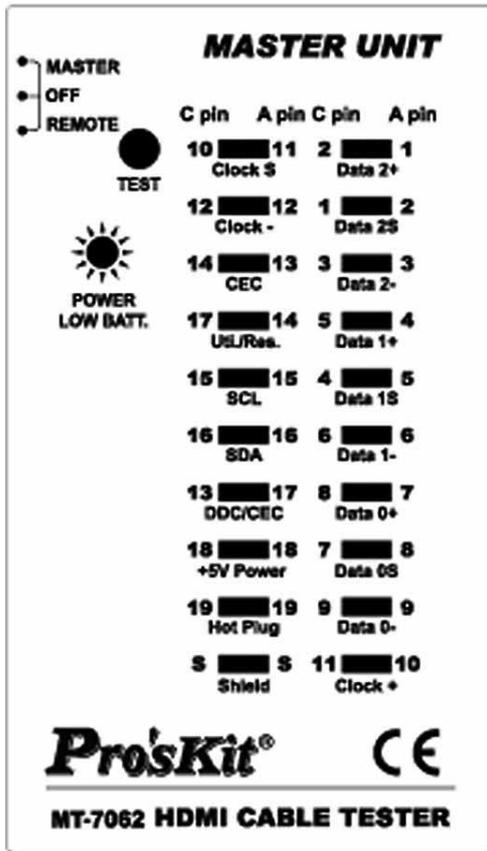

Рис. 2. Прямое правильное подключение (Straight)
- **Прямое подключение «1-в-1» (Straight):** сопровождается подачей длинного звукового сигнала. Это означает, что все провода и экранная оплетка кабеля подключены к контактам 1–19 разъемов «1-в-1» (см. рис. 2).